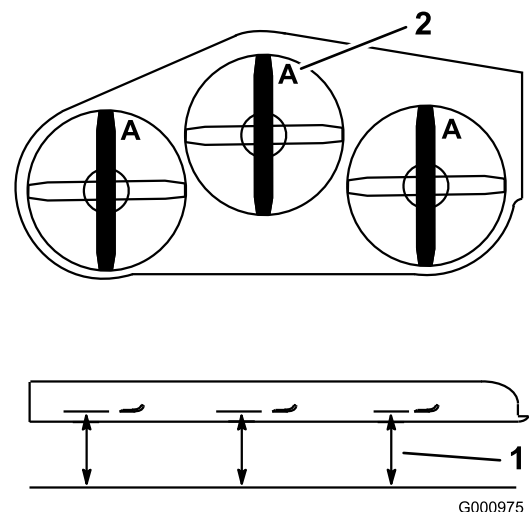

**Figura 68**
1. Inspeccione los filos de corte (Figura 68).
4. Si observa grietas, desgaste o la formación de una ranura en esta zona, instale inmediatamente una cuchilla nueva (Figura 68).